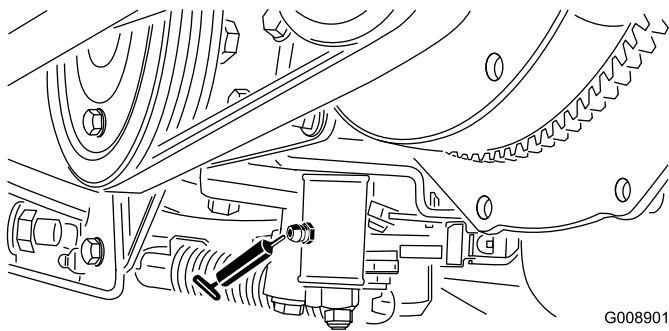

**Figura 37**
- Pivote y cilindro de elevación del brazo de elevación delantero derecho (2) (Figura 37)